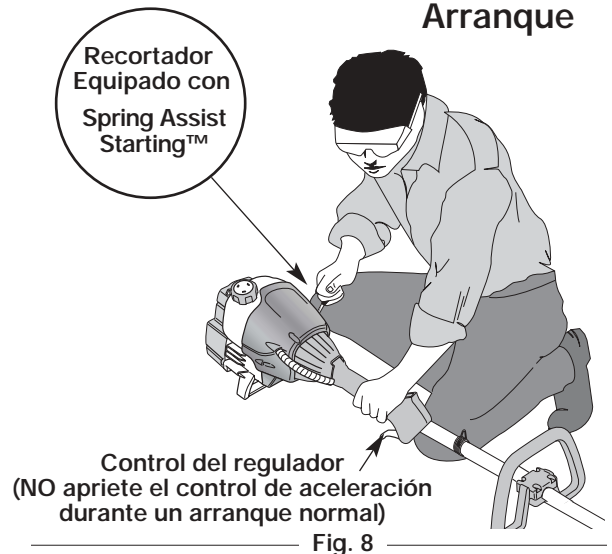

Fig. 8
ADVERTENCIA: Evite los arranques accidentales. Colóquese en posición de inicio cuando tire de la cuerda de arranque (Fig. 8). El operador y la unidad deben estar en una posición estable al arrancar la unidad para evitar graves lesiones personales. Compruebe que cualquier complemento usado se instale correctamente y que esté seguro, antes de poner en marcha la unidad.
4. Colóquese en la posición de arranque y **no apriete el control de aceleración** (Fig. 8). Hale el cordón de arranque con un **movimiento controlado y uniforme** hasta que el motor trate de arrancar. Repita hasta que el motor arranque.
Para recortar bordes mientras usa el accesorio de corte de cabeza de línea con modelos EZ-Link™, trabe el botón de desconexión en el **orificio lateral de 90°** o en el **orificio lateral de 180°** (Fig. 8).